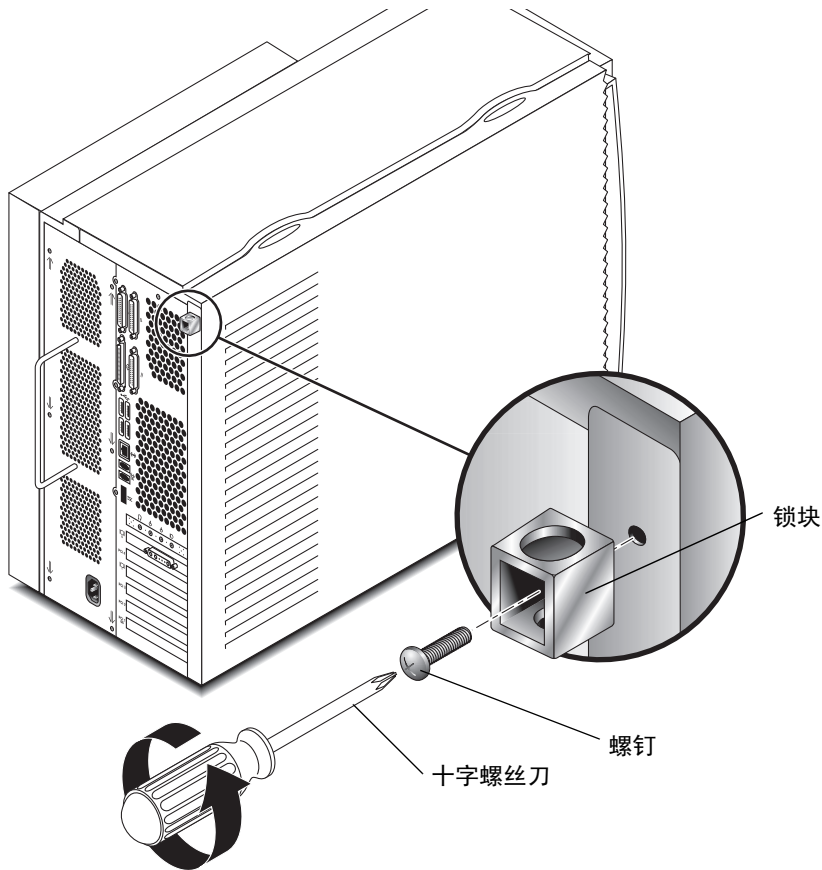

图 7 取下锁块
1. 如果安装有锁块，则取下锁块（请参阅图 7）。
3. 如果希望，在工作站的后面板上安装一个锁块。请参阅图 7。